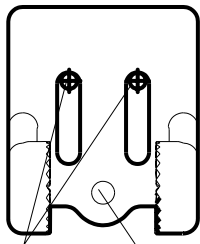

Рис.15
3. Придерживайте кронштейн на транце и наметьте маркером или карандашом места сверления двух крепежных отверстий. Отмечайте места вверху прорези, убедитесь, что Ваши отметки лежат по центру разреза (Рисунок 15).